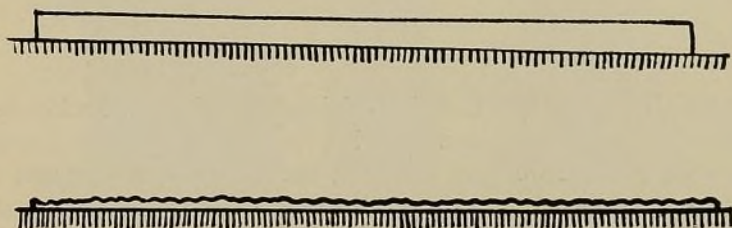

Fig. 7
7. *Película reticulada*. — La reticulación es debida a una diferencia de temperatura entre los baños y el agua de lavado. Por efecto de los baños a temperatura relativamente alta la gélatina de la película aumenta de volumen; si en este estado se sumerge en agua fría, se contrae formando irregularidades (fig. 7). Este defecto es bastante frecuente en verano, principalmente si la emulsión de la película no tiene suficiente dureza.